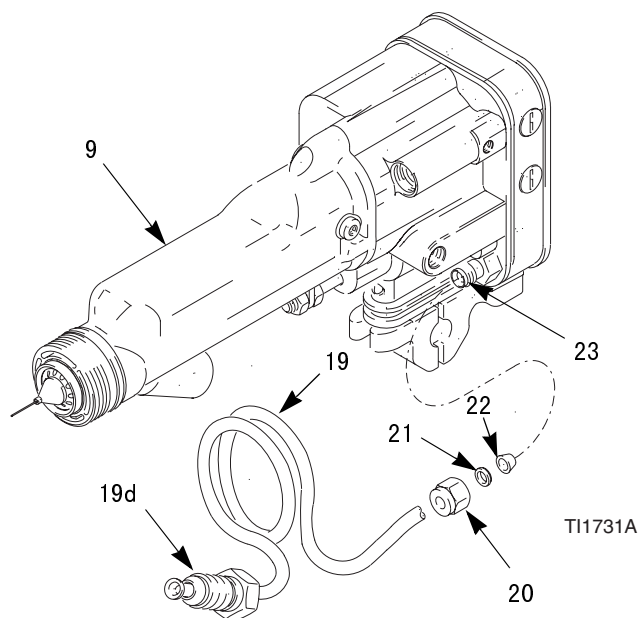

图 10. 高导电率转换配件包
7. 确保枪管尾部螺纹清洁干燥。将 Graco 零件编号 116553 非导电性润滑剂应用于液体接头（19d）螺纹和 O 形圈。将接头穿入枪管入口。见图 10。